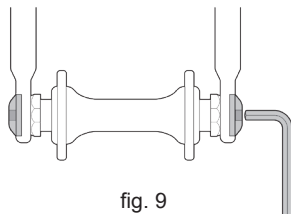
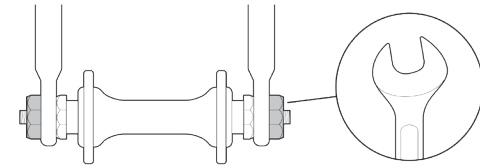

fig. 9
fig. 10
- Hohlachse mit einem durchlaufenden Schaft ("Spannvorrichtung"), der mit einer Mutter an einem Ende und einem Beschlag für einen Innensechskant-Schraubendreher am anderen Ende ausgestattet ist (Steckschraube). (Abb. 9))
- Sechskantmuttern oder Schrauben für Innensechskant-Schraubendreher, die auf oder in die Nabenachse eingeschraubt werden (angeschraubtes Rad). (Abb. 10)
3. Falls Ihr Fahrrad über ein Radhaltesystem mit Steckschraube oder anschraubbarem Rad (Abb. 9, Abb. 10) verfügt, lösen Sie bitte das/die Befestigungselement(e) durch einige Drehungen mit einem geeigneten Schraubenschlüssel, des Spannknohps oder des integrierten Hebels entgegen dem Uhrzeigersinn. Gehen Sie anschließend zu Schritt (4) über.